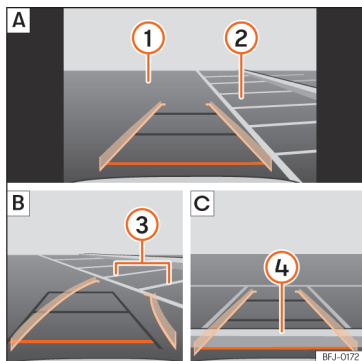

Abb. 157 Anzeige auf dem Bildschirm des Infotainment-Systems: Einparken mit dem Rückfahrassistenten.
Legende zur >>> (Abb. 157):
- Bringen Sie das Fahrzeug vor die Parklücke >>> (Abb. 157) ② [A].
- Fahren Sie rückwärts und drehen Sie das Lenkrad so, dass die gelben Linien in die Parklücke weisen. Die grünen und gelben Linien müssen mit den seitlichen Begrenzungslinien übereinstimmen ③ [B].
- Halten Sie das Fahrzeug an, wenn die rote Linie die hintere Begrenzung erreicht hat ④ [C].